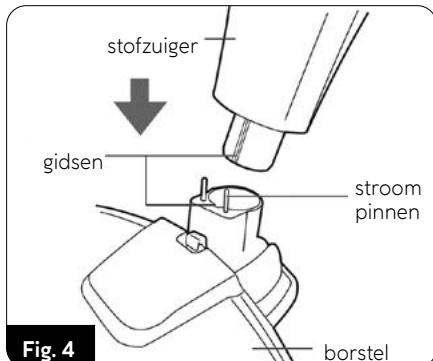

Fig. 4
6. Installeer de elektrische borstel (14) in de onderste gleuf van de hoofdhandgreep. Let op de delicate stroompinnen om ze niet te beschadigen. De hoofdhandgreep is voorzien van een geleider die de installatie van de elektrische borstel in één correcte positie mogelijk maakt (Fig. 4).